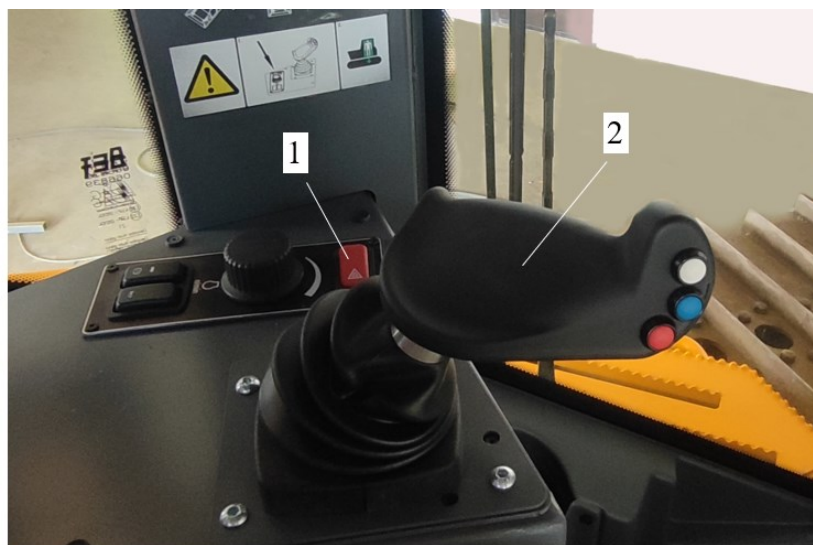

Рисунок 3.138. Левая тумба
- Нажать кнопку безопасности (поз. 1, рис. 3.138), отключив ее;
- Нажать кнопку безопасности (поз. 1, рис. 3.138), включив ее;